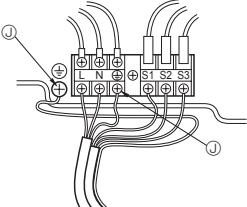

Fig. 7-2
7.1. Udendørs enhed (Fig. 7-1, Fig. 7-2)
- ① Afmonter servicepanelet.
② Før kablerne som angivet i Fig. 7-1 og Fig. 7-2